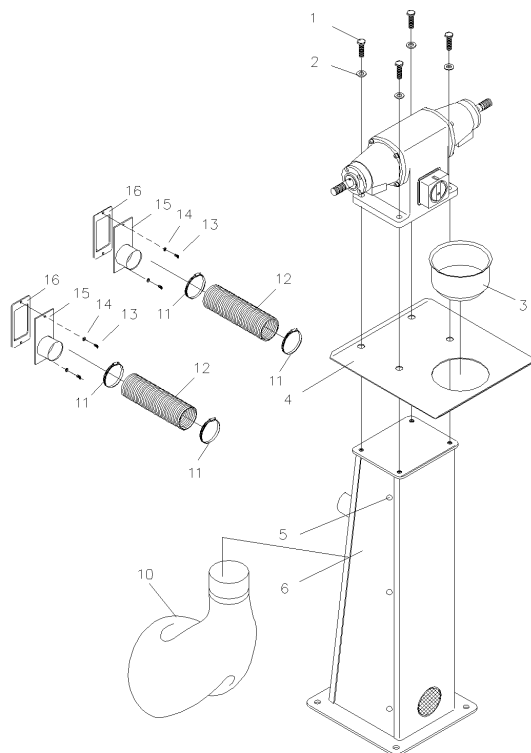
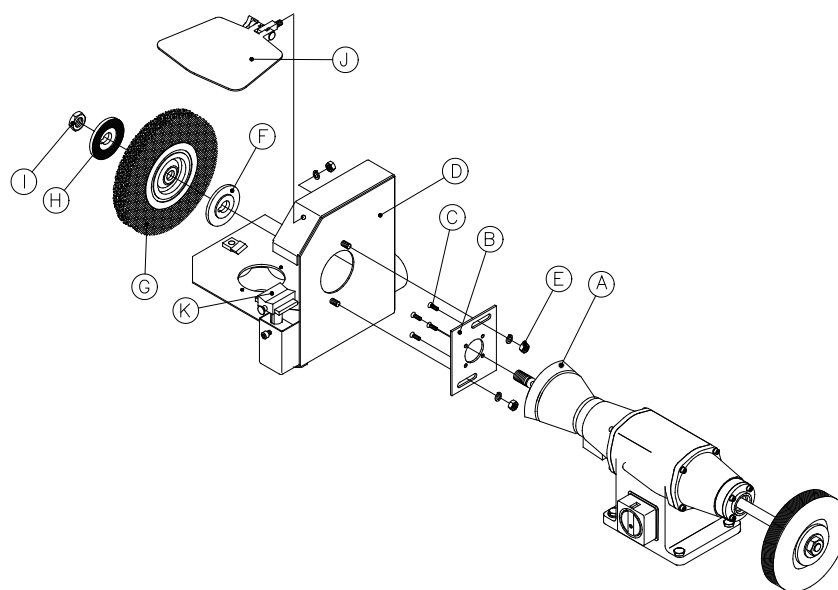

Fig.: 4.1
Fig.: 5.1
Afgraterskærmen samles i den rækkefølge, der er vist i *fig.: 5.1*. De fire skruer i endedækslet (A) skrues af og monteringspladen (B) placeres på endedækslet (A), de fire undersænkede maskinskrue M6x20 (C) skrues i. Nu kan afgraterskærmen (D) monteres igennem de to slidser i monteringspladen (B), skærmen kan forskydes frem og tilbage, så stålborsten (G) kan udnyttes bedre. Inderflangen (F) sættes på akslen sammen med stålborsten (G) og yderflangen (H). Til sidst skrues møtrikken (I) på akslen og spændes til. Inden låget på afgraterskærmen (D) lukkes, monteres øjenværnet (J), som vist i *fig.: 4.1*. Hvis det ikke er et rør emne, der skal afgrates, kan slibeanlægget for rørafgratning (K) afmonteres, og det flade slibeanlæg nedenunder benyttes.